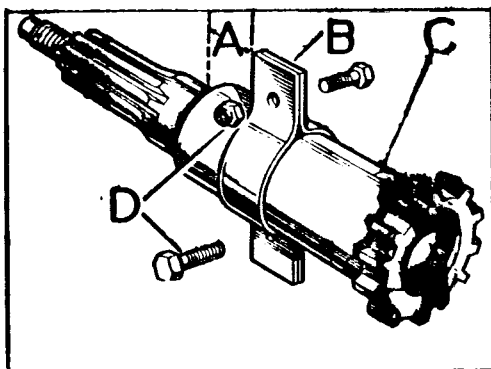

Fig. C-58 Posición del batidor de aceite
1.4.1. Extraer las dos tuercas y separar las dos mitades del batidor de aceite B (Fig. C-58).
- 3.1.2. Posicionar el batidor de aceite a 25 mm del punto de apoyo del cojinete delantero (Fig. C-58) y apretar sus elementos de fijación.